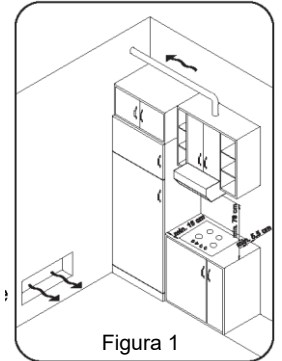

Figura 1
- Dacă Trio este amplasat lângă un dulap, indiferent în care laterală, distanța dintre Trio și dulap trebuie să fie de cel puțin 15 cm (consultați Figura 1); în timp ce distanța dintre Trio și peretele din spate trebuie să fie de cel puțin 5,5 cm. Distanța dintre Trio și oricare altă unitate sau aparat de deasupra sa (de ex. o hotă) nu trebuie să fie mai mică de 70 cm (Figura 1).